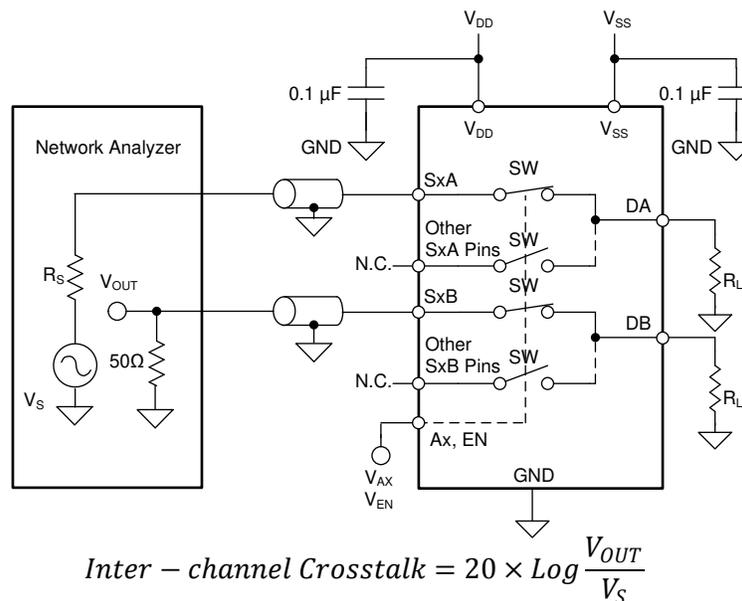

图 7-10. 通道间串扰测量设置
2. 通道间串扰 ($X_{TALK(INTER)}$)：当信号施加在不同通道中导通开关输入的源极引脚时，导通开关输入的源极引脚 (S_x) 上的电压，如图 7-10 所示。通道间串扰仅适用于 MUX809-Q1 器件。